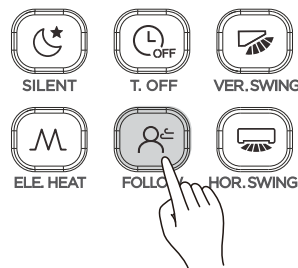

Figura 24
1. Cuando la unidad esté en los modos Cool (Enfriamiento), Heat (Calefacción) o Auto, presione  para iniciar la función Seguimiento. La pantalla mostrará el icono  (vea Figura 24;